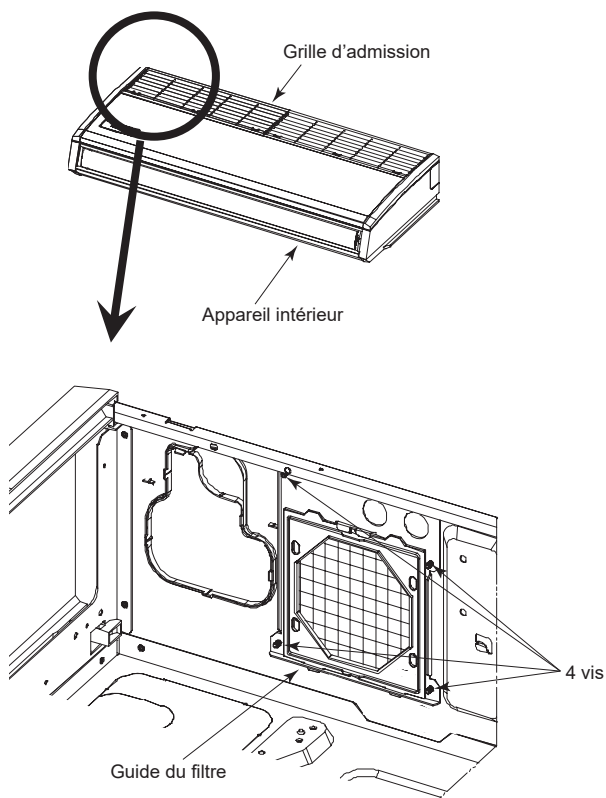
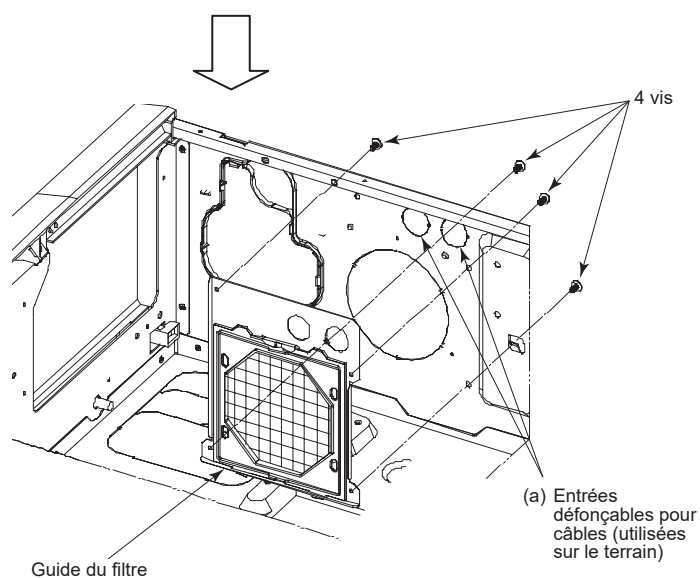

Fig. 6-2
Fig. 6-3
- * La Fig. 6-2 et la Fig. 6-3 montrent l'état où la grille d'admission a été enlevée.